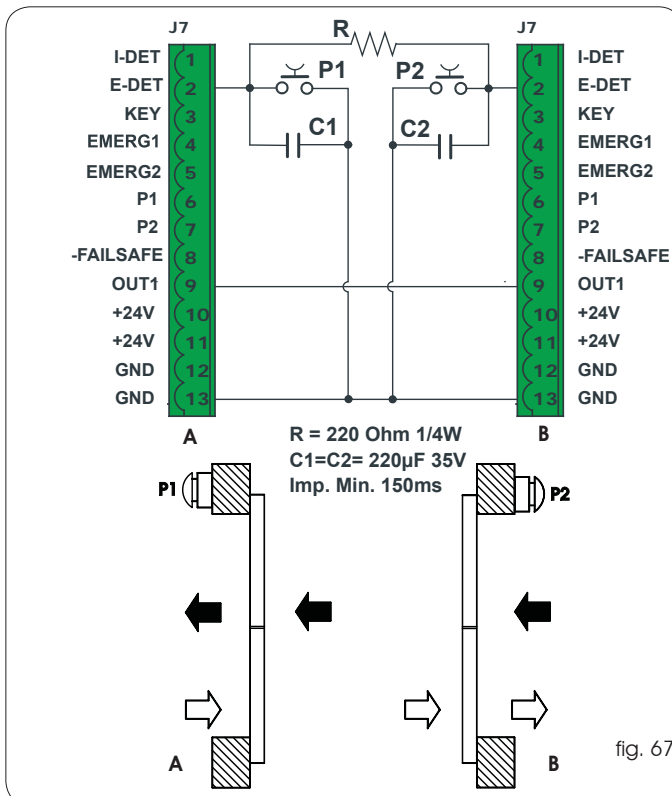

fig. 67
- Realizar las conexiones entre las regletas de bornes J6 de las dos tarjetas , de los pulsadores y de los componentes electrónicos adicionales como indicado en la fig. 67.